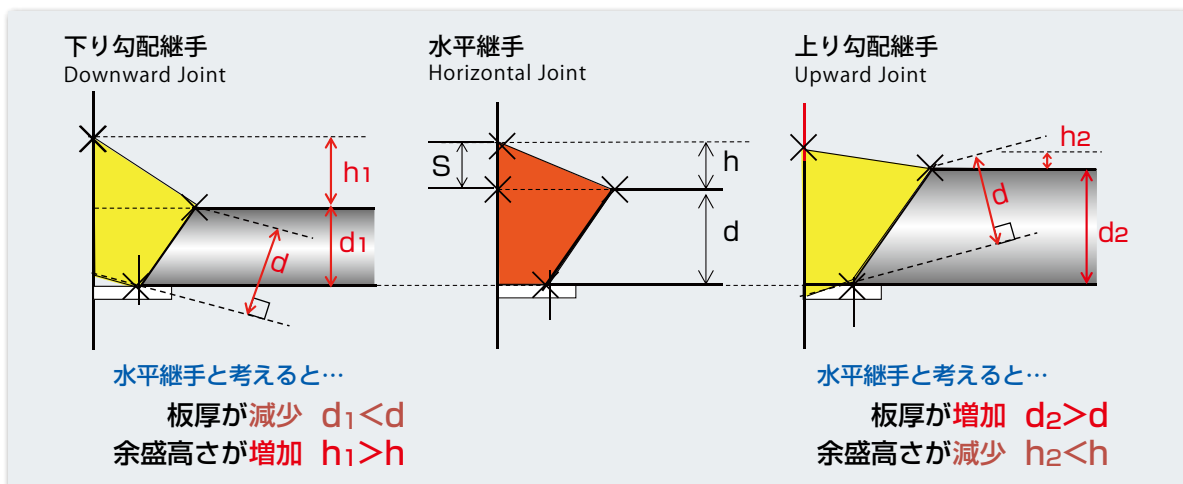

図11 勾配角度による継手の溶着形状の変化
- ・勾配角度によって変化する断面形状に対応した溶接条件を設定する必要がある(図11)。